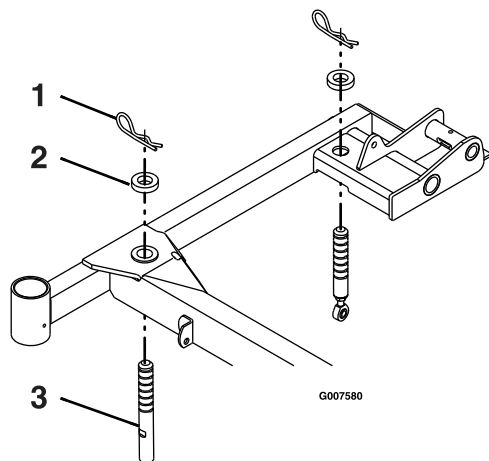

Figura 69
3. Verificate che tutte le coppie si trovino nei fori dell'altezza del piatto del tosaerba di 7,62 cm con i distanziali sotto le coppie (Figura 69).
4. Accorciate o allungate ciascun perno di supporto del piatto di taglio per ottenere l'altezza della punta della lama di 7,62 cm nella parte anteriore del piatto e di 8,26 cm nella parte posteriore (Figura 69).